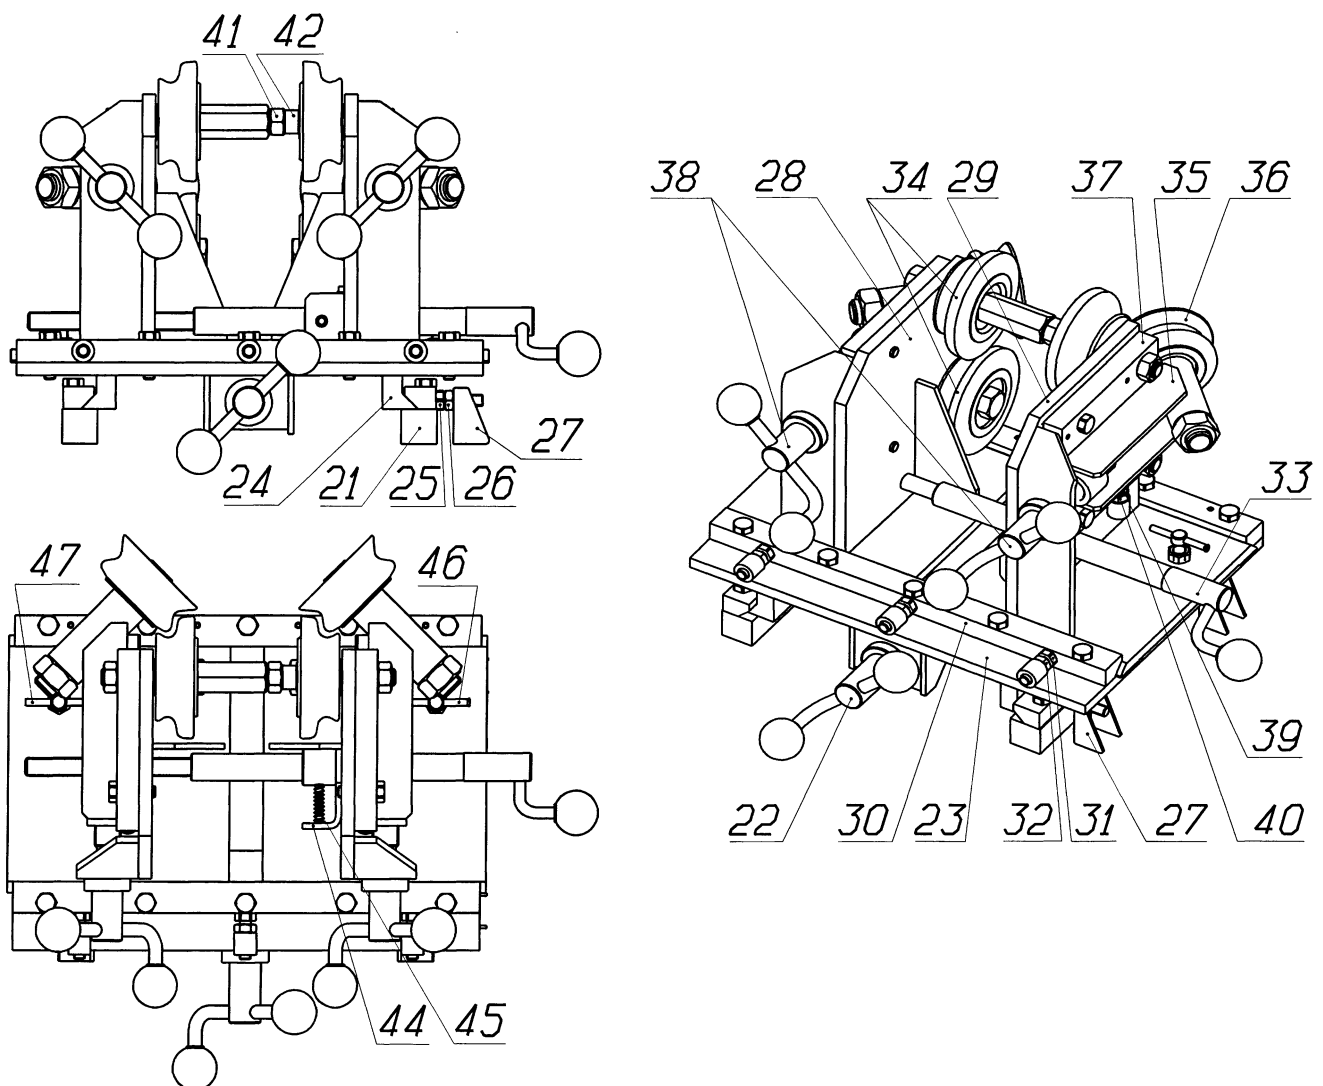

Рисунок 3 - Устройство дископравное
6.2.1. Подвести большие правильные Ролики 34 (рис.3) к полкам обода колеса. Должно производиться одновременное касание обода к четырем роликам 34. Допуск не параллельности оси колеса и оси роликов по горизонтали и вертикали должен составлять не более $\pm 0,5$ мм. Болты 16 (Рис.2) затянуть до отказа, соблюдая равномерность затяжки.